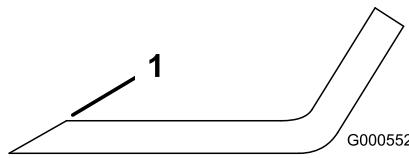
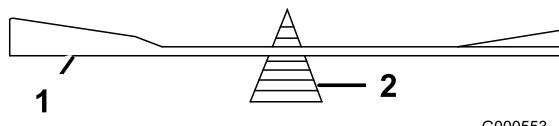

Figura 50
Figura 51
2. Verifique o equilíbrio da lâmina colocando-a num equilibrador de lâminas (Figura 51). Se a lâmina ficar na horizontal é porque está equilibrada e pode ser utilizada. Se a lâmina não estiver equilibrada, lime algum metal da extremidade da aba apenas (Figura 50). Repita este procedimento até a lâmina estar equilibrada.
1. Utilize uma lima para afiar a aresta de corte em ambas as extremidades da lâmina (Figura 50). Mantenha o